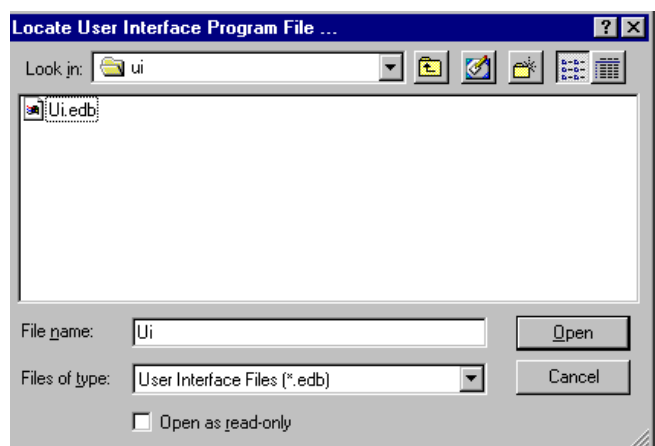

Fig. 13.40
5. Quand on appuie sur le bouton de téléchargement aval, la boîte de dialogue Locate Program Files (localisation des fichiers programme) apparaîtra affichant le répertoire par défaut. Voir Fig. 13.40. Localiser le fichier du programme dans ce répertoire ou l'emplacement/disque où le fichier se trouve. Cliquer deux fois sur le fichier ou le sélectionner et appuyer sur le bouton Open pour commencer le téléchargement aval.